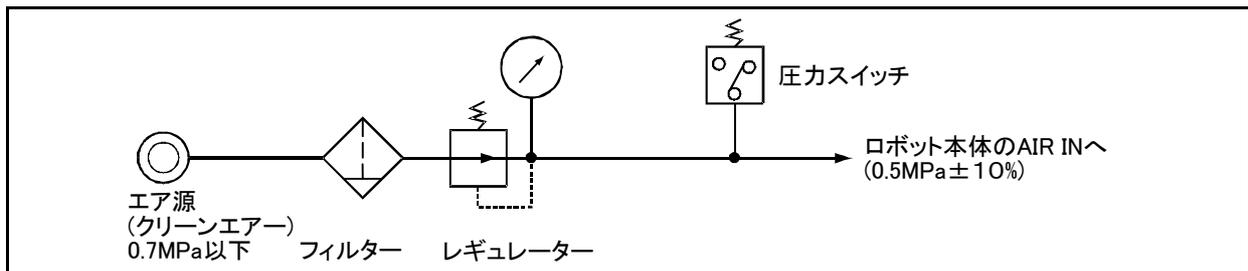

図 2-68 : ハンド用エア供給回路例
- 2) 工場エア圧低下時には、ハンドのクランプ力低下などによって実際の作業に支障をきたす恐れがあります。その防止策として、図 2-68 に示すようにエア源に圧力スイッチを取付け圧力低下時にはロボットが停止するような回路にしてください。圧力スイッチでも支障のある場合は、機械的ロック式ハンド、バネ圧によってクランプするハンドをご使用ください。